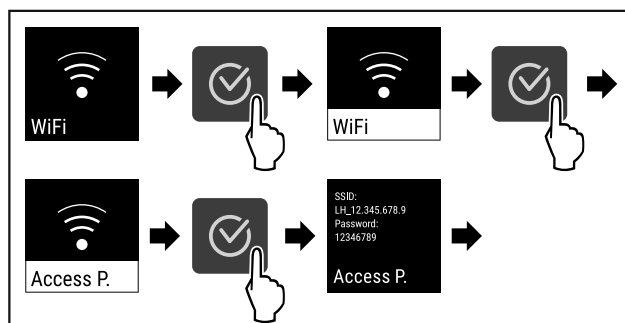

Fig. 84
- ▶ Kryeni hapat e veprimit (shihni Fig. 84).